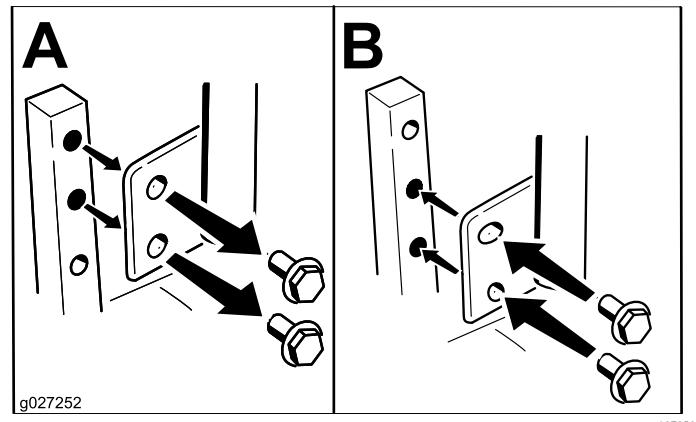

Figura 11
Las palancas de control de movimiento pueden ser ajustadas hacia arriba o hacia abajo para que su manejo sea más cómodo (Figura 11).
- Afloje el perno inferior lo suficiente para poder desplazar hacia adelante o hacia atrás la palanca de control (Figura 11).